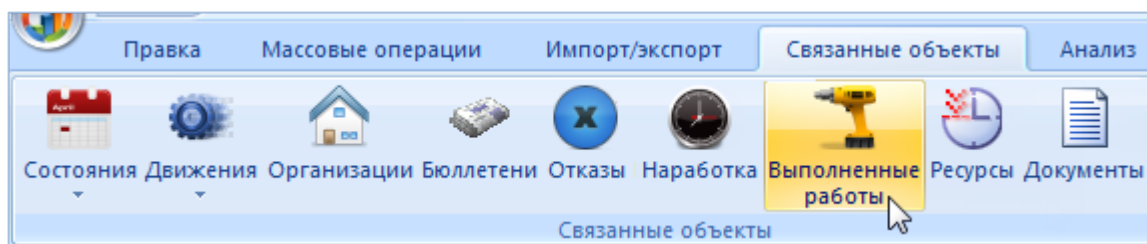

Рис. 13-472 – Панель «Связанные объекты»
13)Связь работы с экземпляром установлена, наименование экземпляра отображается в столбце «Экземпляр ВС», и наименование работы отображается в окне связанных объектов для выбранного экземпляра ВС (рис. 13-472).